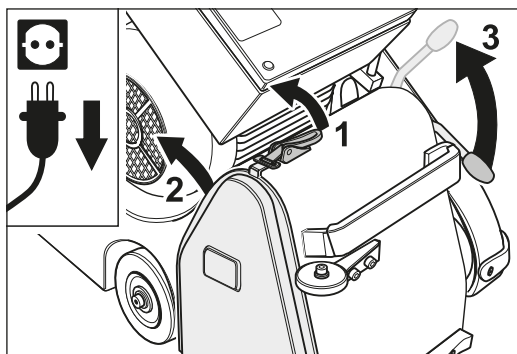

Fig. 7 Déverrouillez le couvercle, enlevez la tôle de recouvrement et tirez sur le levier de commande pour abaisser le tambour tendeur.
- 7 Retirez la tôle de recouvrement sur le côté droit du boîtier de la machine (fig. 7).
- 8 Pour poser une bande de ponçage, le levier se trouvant en face doit être relevé vers le haut suite à quoi le tambour tendeur est abaissé (fig. 7).